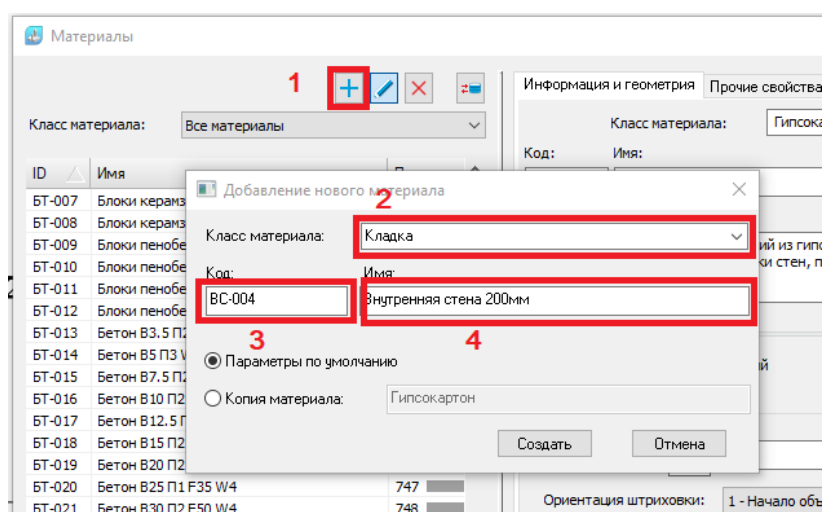

Рисунок 9 – Создание нового материала
- Нажмите на кнопку «Создать новый материал» (1), заполните класс материала (2), код (3) и имя (4). Для удобства в имени можно указать также толщину ограждающей конструкции (см. рис. 9).